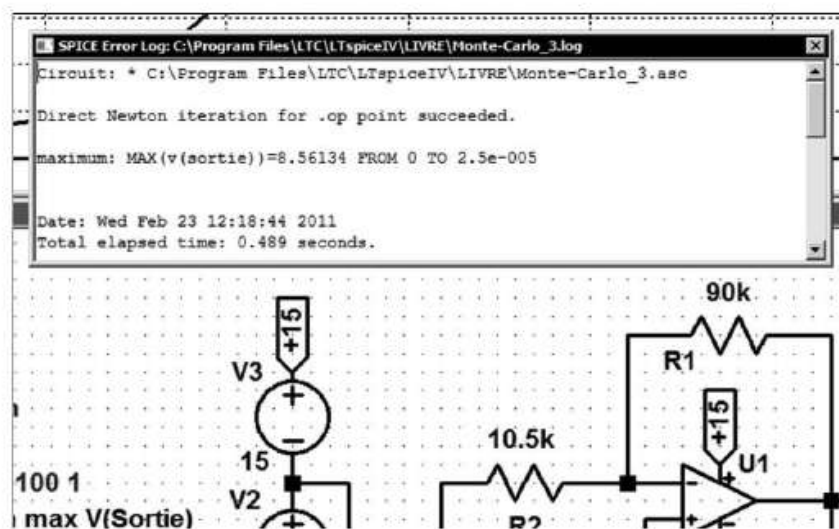

Figure 19.61
2. *R1 minimum* et *R2 maximum* (à comparer aux valeurs de la figure 19.61).